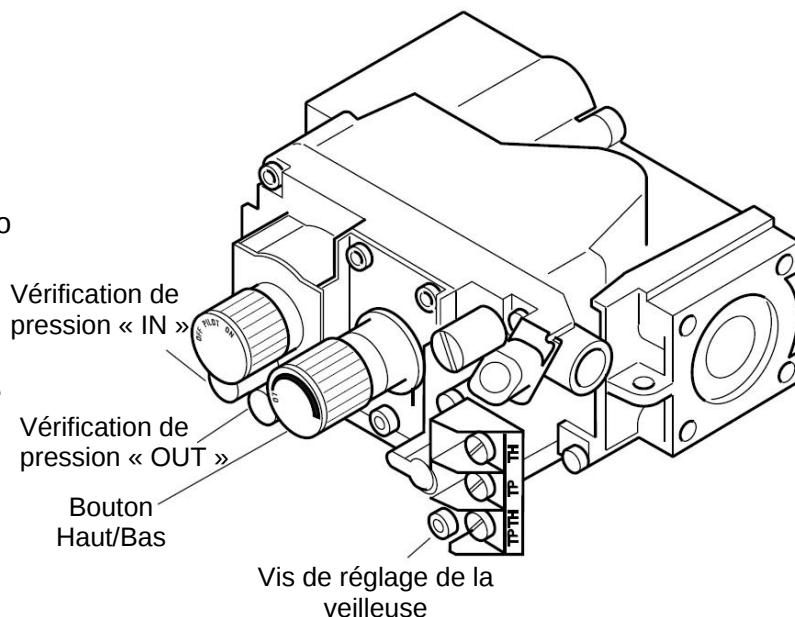

Figure 13 – Vérification de la pression au niveau de la soupape de gaz
5. Pour vérifier la pression de gaz au niveau de la soupape, tourner la vis de 2 ou 3 tours dans le sens contre-horaire et placer ensuite le tube sur le point de vérification. Tourner le bouton sur Haut. Voir Figure 13. Après avoir vérifié la pression, s'assurer de resserrer la vis dans le sens horaire. Ne pas forcer. Vérifier les points de vérification avec une solution d'eau savonneuse pour détecter toute fuite.